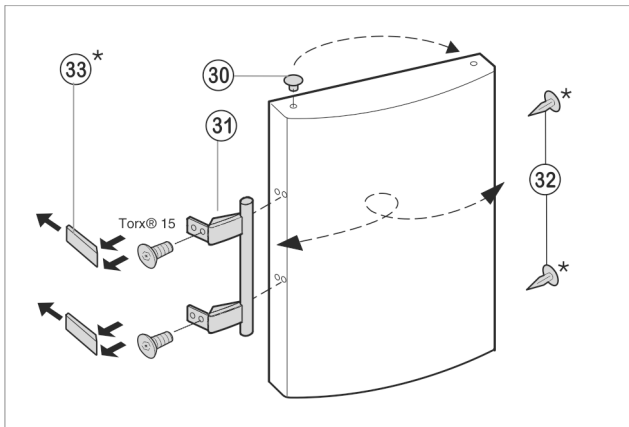

Fig. 8
- ▶ Извлеките пробку Fig. 8 (30) из опорной втулки дверцы и переставьте.
- ▶ Снимите и переставьте на противоположную сторону дверную ручку Fig. 8 (31), пробки Fig. 8 (32) и прижимные пластины Fig. 8 (33).